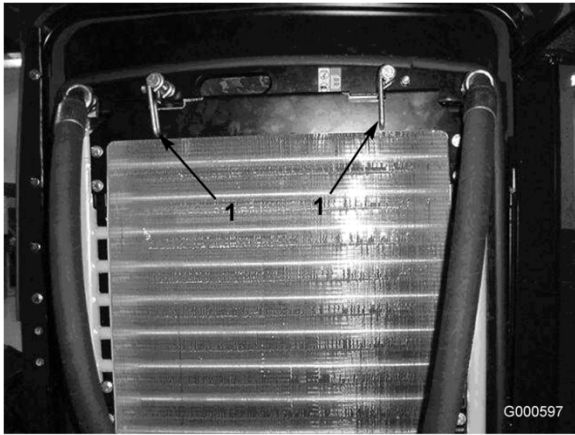

Bild 49
2. Drehen Sie die Riegel (Bild 49), mit denen der Ölkühler am Rahmen befestigt ist.